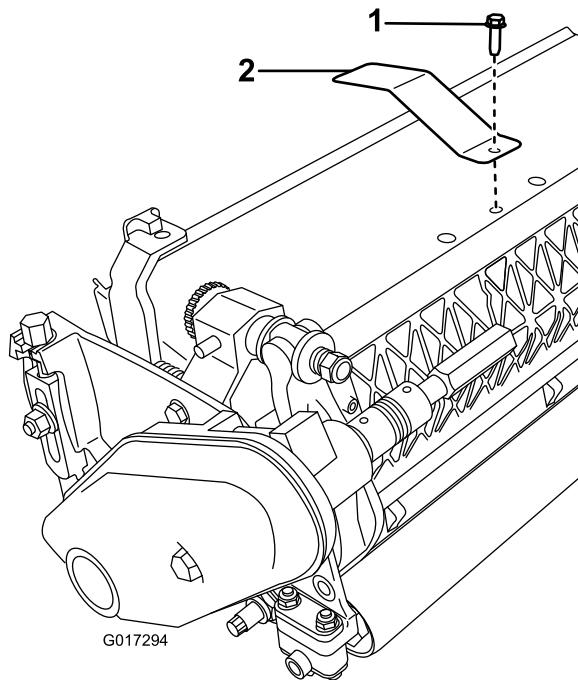

図4
1. 中央のグラスシールドボルトを外す図4。
2. 取り外したボルトを使って、ターゲットプレートをカッティングユニット上部に取り付ける図4。